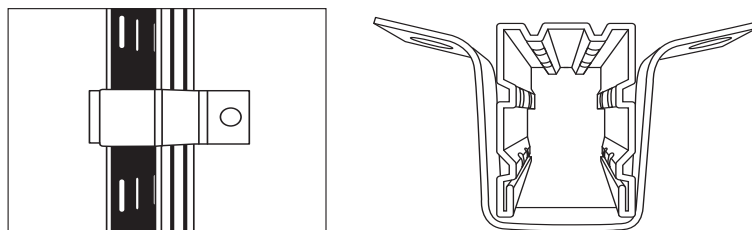

Рис. 23. Крепление стеллажа к стене.
2) Крепление к стене. Для крепления стоек стеллажа ТСУ к стене используются скобы ТСУ крепления к стене. Крепеж в комплект не входит, подбирается индивидуально в зависимости от материала стен, к которым крепится скоба. Количество скоб крепления к стене, в пересчете на одну раму (пару стоек), зависит от высоты стоек (рис. 23). Для высоты до 2500 мм используется 1 скоба, от 3000 до 3500 мм — 2 скобы, для 4000 мм — 3 скобы.